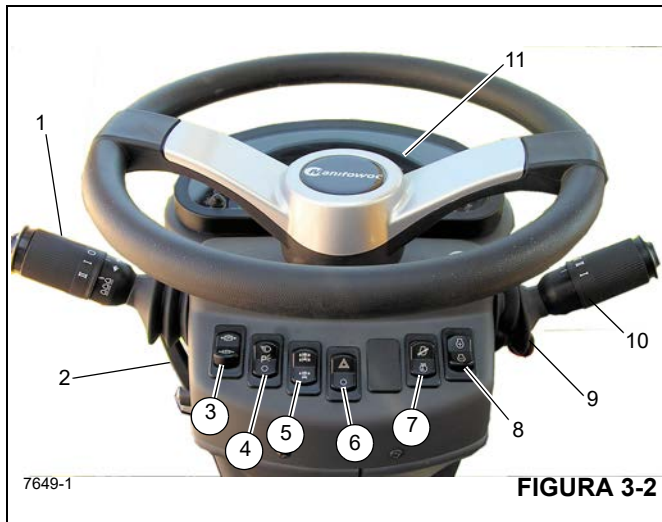

FIGURA 3-2
O conjunto da coluna de direção na Figura 3-2 é uma coluna de direção de pedestal inclinável e telescópica. Ela pode ser inclinada 30° para frente ou erguida verticalmente cerca de 60 mm (2.5 pol.) Inclui também a chave de ignição e o mostrador de indicadores do barramento CAN (11) (Figura 3-2).
Números dos itens da Figura 3-2
A alavanca da sinaleira direcional e controles do limpador/lavador do para-brisa (1) (Figura 3-2) localizam-se no lado esquerdo da coluna de direção. Empurrar a alavanca da sinaleira direcional para baixo faz com a sinaleira direcional esquerda dianteira e a esquerda traseira pisquem. Empurrar a alavanca da sinaleira direcional para cima faz com a sinaleira direcional traseira direita e a dianteira direita pisquem.
A coluna de controle de direção pode ser girada aproximadamente 30° para frente e erguida cerca de 60 mm (2.5 pol.). Mova a alavanca de controle (2) (Figura 3-2) para baixo para travar a coluna de direção no lugar; girar a alavanca para cima libera a coluna de direção para os ajustes necessários.
A chave de controle do freio de estacionamento (3) (Figura 3-2) localiza-se na frente da coluna de direção. Esta chave de duas posições ON/OFF (Ligada/Desligada) é usada para acionar e liberar o freio de estacionamento no conjunto motor-transmissão. A luz indicadora do freio de
A chave dos faróis (4) (Figura 3-2) localiza-se na frente da coluna de direção. Esta chave de três posições (OFF/PARK/HEADLIGHT) (Desliga/Estacionamento/Farol) controla a operação das luzes dos instrumentos, dos LEDs das chaves e das luzes do marcador na dianteira, traseira e na lateral do guindaste. Quando a chave estiver na posição Ligada, as luzes da coluna da direção e da chave acendem.
A chave seletora do eixo de tração (5) (Figura 3-2) localiza-se na frente da coluna de direção. Esta chave de duas posições é identificada como tração nas duas rodas (faixa alta) e tração nas quatro rodas (faixa baixa). A chave controla uma válvula solenoide (energizada pela tração em duas rodas) que opera a faixa de velocidade e os cilindros de desconexão do eixo da transmissão. Quando a chave é colocada na posição de tração nas quatro rodas, a luz indicadora do eixo de tração na coluna de direção acende.
A chave seletora das luzes de perigo (6) (Figura 3-2) localiza-se na frente da coluna de direção. A chave tem duas posições (ON/OFF) (Ligada/Desligada) que fazem com que as quatro luzes da sinaleira direcional pisquem ao mesmo tempo quando a chave é posicionada em ON (Ligada). Quando a chave estiver na posição Ligada, as luzes indicadoras da sinaleira direcional na coluna de direção piscam.
A chave Test Mode (modo de teste) (7) (Figura 3-2) é usada na manutenção do sistema de controle eletrônico do motor. Ela é uma chave de duas posições (liga/desliga) usada para ativar o modo de diagnóstico (códigos de falha). A chave de ignição deve estar LIGADA mas o motor não deve estar em funcionamento. Quando a chave de modo de teste é LIGADA e usada em conjunto com a chave de modo de marcha lenta/diagnóstico, é obtido acesso para rolar para cima ou para baixo os códigos de falha.
A chave de modo de marcha lenta/diagnóstico (8) (Figura 3-2) é uma chave momentânea de três posições ($\pm$) que fornece entradas para o controle de marcha lenta que aumentam ou diminuem a marcha lenta do motor (quando a chave de modo
A alavanca de câmbio (10) (Figura 3-2) localiza-se no lado direito da coluna de direção. A alavanca de controle aciona a válvula seletora da transmissão eletricamente. Posicionar a alavanca para cima aciona o avanço e posicionar a alavanca para baixo aciona a ré. Quando a alavanca está em neutro, ela permanece em um recorte. Para movimentar a alavanca para cima ou para baixo, puxe primeiro a alavanca para trás.